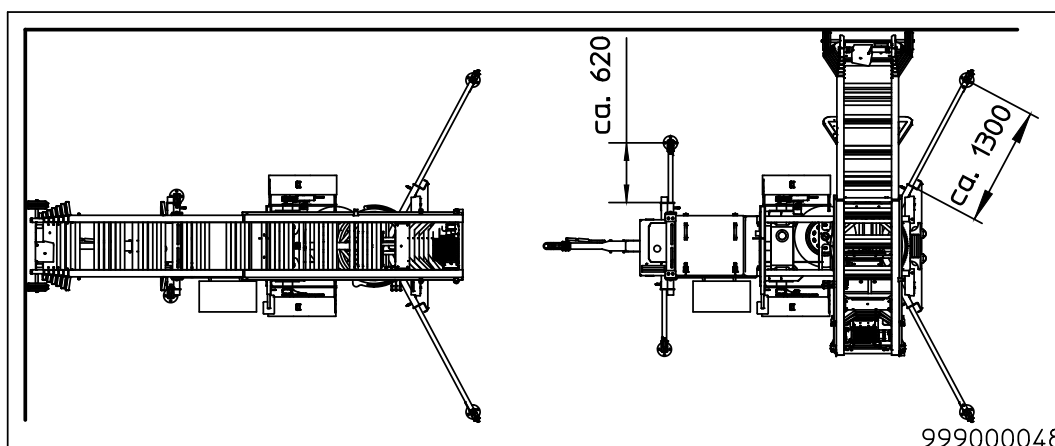

Abb. 42: Hinweis am Gerät
- Alle Stützen müssen nach Abb. 35, Abb. 42 aufgestellt sein.